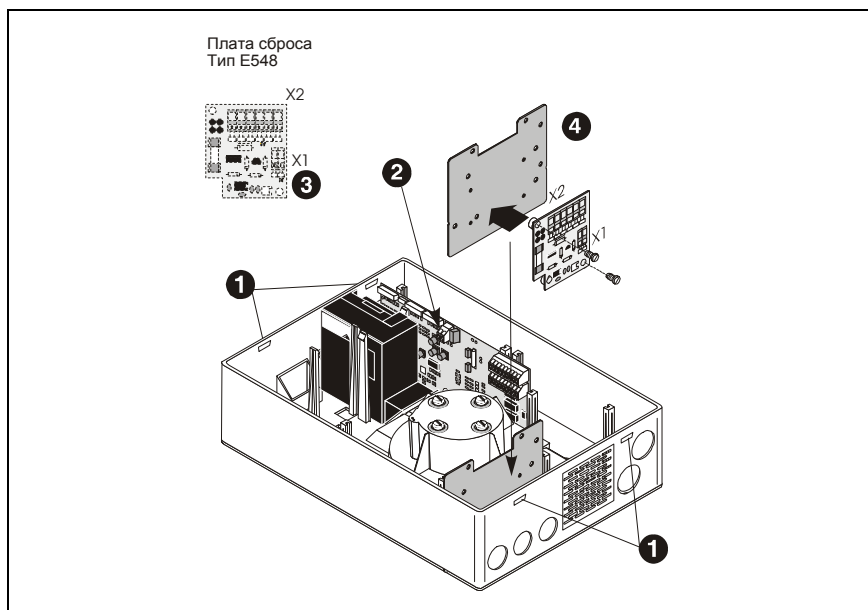

Рис. 5.6: Установка платы сброса в TITANUS PRO · SENS®
5. Установите монтажную панель с платой сброса в место, показанное на Рис. 5.6.
Из-за высоты, плату сброса можно монтировать только в место, указанное на Рис. 5.6.